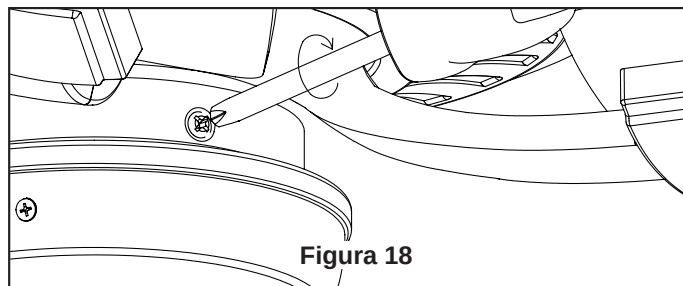

Figura 18
- ☐ 2. Ensamble la caja del interruptor al adaptador de la caja con tres tornillos. (Figura 18)